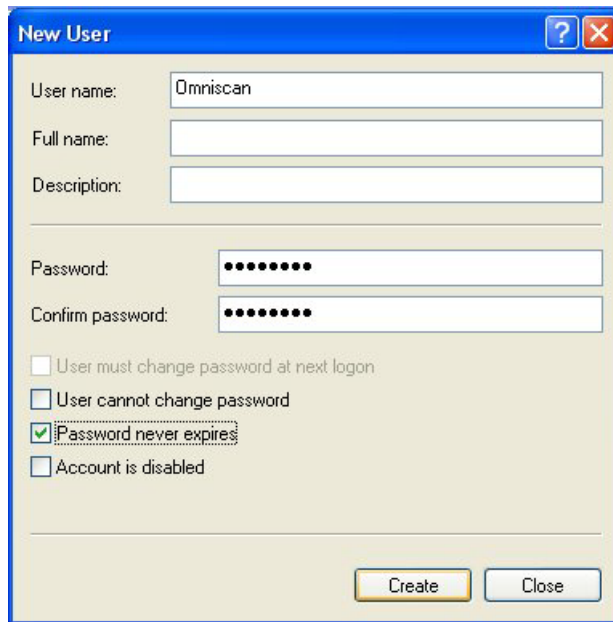

Рис. 7-12 Окно Новый пользователь (Windows XP)
5. В текстовом поле **User name** (Имя пользователя) диалогового окна **New User** (Новый пользователь) введите **Omniscan**, соблюдая использование заглавных букв (см. Рис. 7-12 на стр. 213).